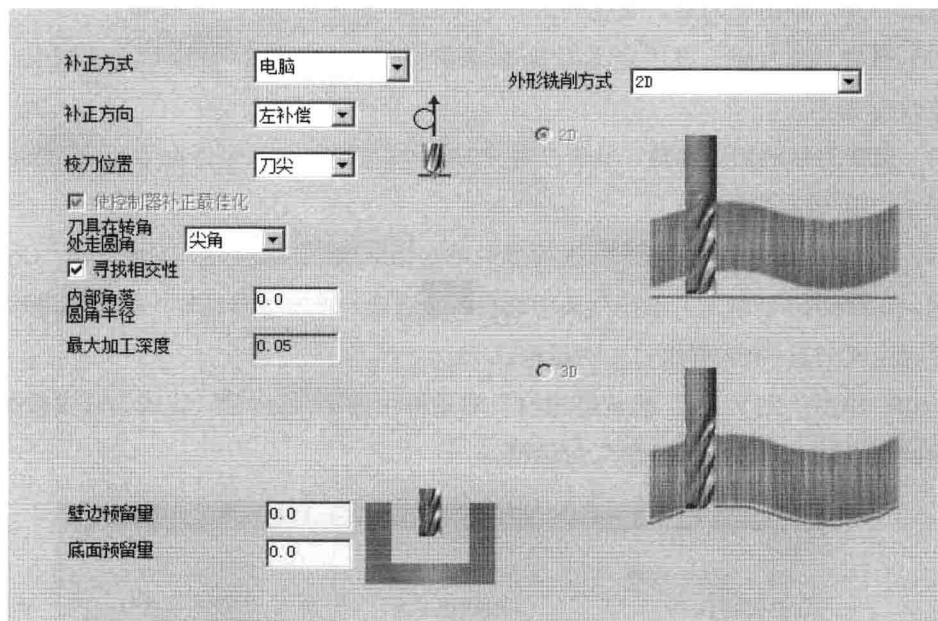

图 1.18 “切削参数”参数设置界面
Step9. 设置切削参数。在“2D 刀具路径-外形”对话框的左侧节点列表中单击**切削参数**节点, 设置图 1.18 所示的参数。